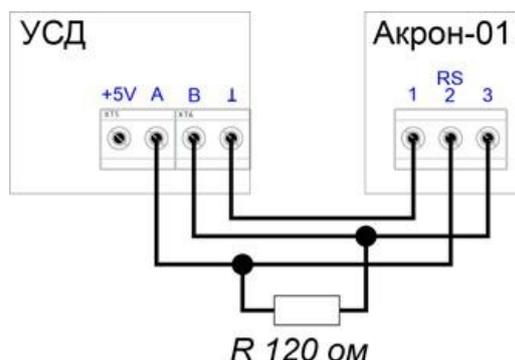

Рисунок 27 – Подключение УСД-GSM к прибору «Акрон-01»
7. Подключить УСД-GSM к прибору «Акрон-01» используя трёхпроводное подключение и резистор 120 Ом на конце линии (рисунок 27):